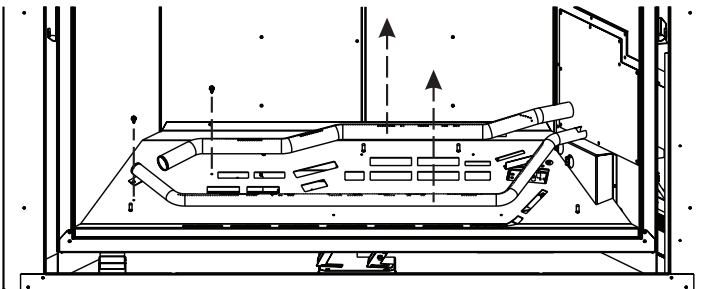

Figure 2
3. Déposer les brûleurs avant et arrière en retirant les vis à gauche et en tirant vers le côté gauche. **Voir Figure 2.**